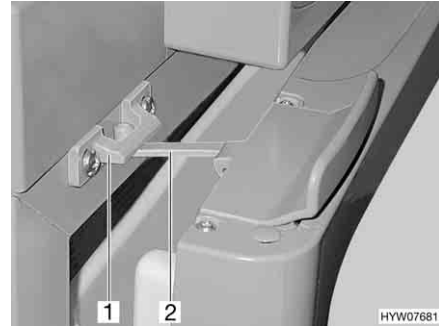

Bild 242 Kühlschranktür in Lüftungsstellung (Thetford)
- Verriegelung (Bild 242,2) aufklappen und in der Verriegelungsaufnahme (Bild 242,1) einrasten. Die Kühlschranktür bleibt damit leicht geöffnet.